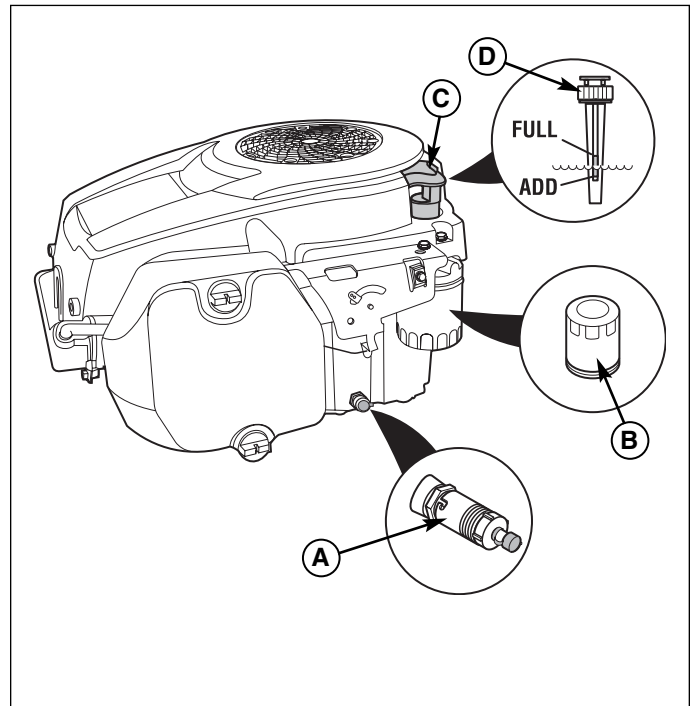

Figure 29. Modèles Kohler
1. Nettoyer la zone autour de la jauge manuelle (C, Figure 29) et du robinet de vidange d'huile (A).
3. Déposer le filtre à huile (B, Figure 29). Le mettre au rebut.